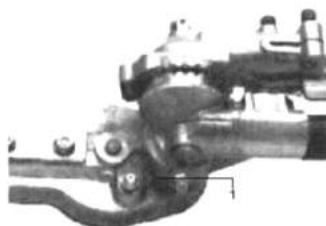

Fig.HT16
- c. Saque la caja de engranajes del tubo. Utilice una pistola de grasa tipo gatillo para bombejar grasa de litio (unos 10 gramos) en el orificio de engrase hasta que vea que salga de la caja de engranajes (Fig.HT16). La grasa expulsada será visible en la cavidad del tubo exterior. Limpie el exceso de grasa y luego vuelva a montar la caja de engranajes en el tubo exterior.